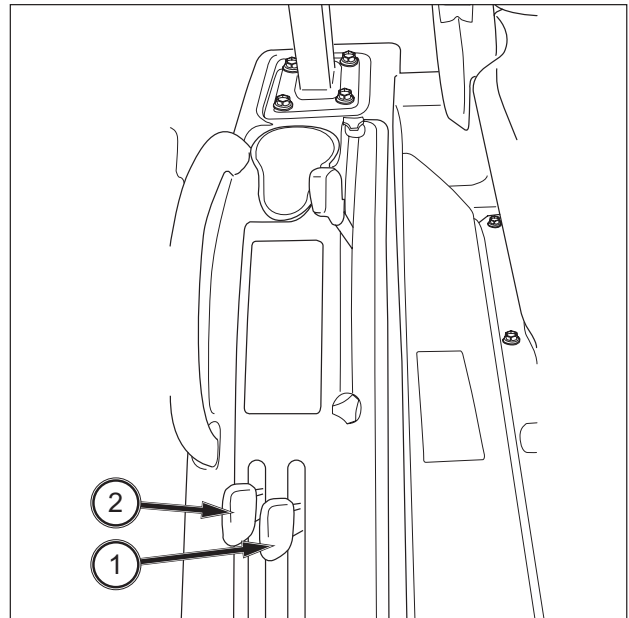

ABB. 101
**ABB. 101:** Steuerhebel (1) dient zum Anheben/Absenken des Anbaugeräts bei Verwendung des ersten externen Kupplungssatzes. Steuerhebel (2) dient zum Anheben/Absenken des Anbaugeräts bei Verwendung des zweiten externen Kupplungssatzes.